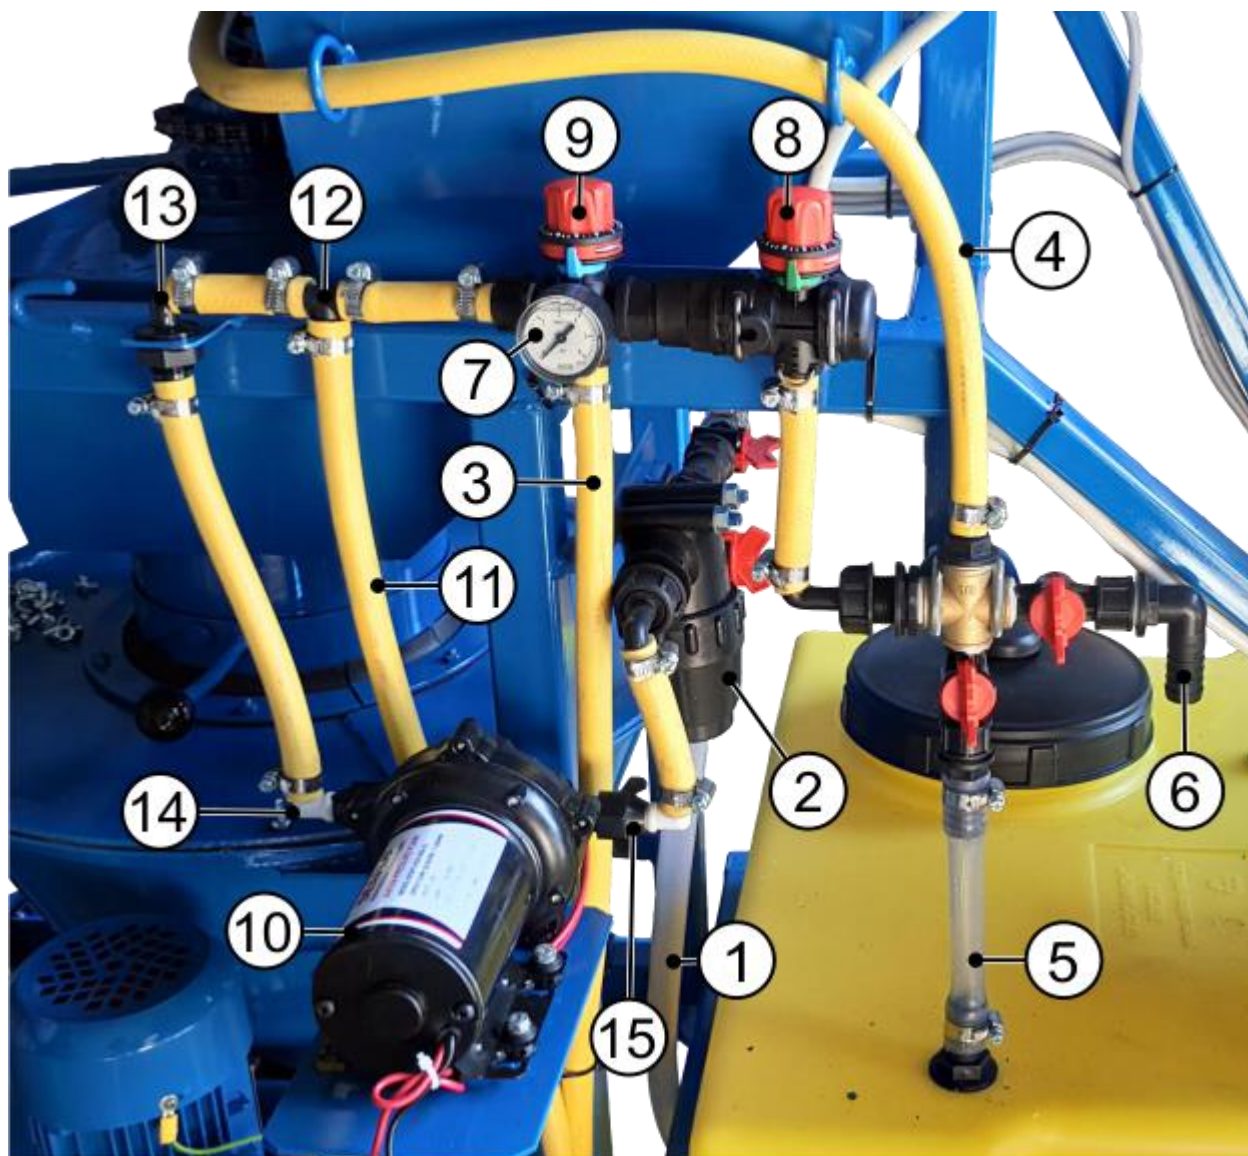

Рис. 8. Подключение насоса-дозатора.
- 2.3. Подача семян и рабочей жидкости в камеру протравливания синхронизирована с помощью трех датчиков (*Рис. 8*), которые смонтированы на бункере семян. Приводом загрузочного шнека управляют верхний и средний датчики, приводом насоса и дозатора зерна - нижний.